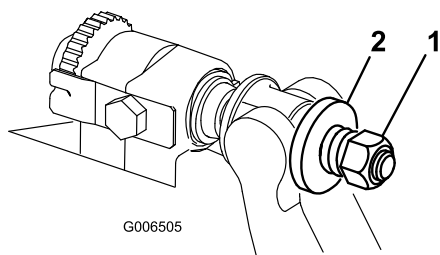

Рисунок 22
6. Затяните гайку натяжения пружины, чтобы пружина полностью сжалась, затем отверните ее на 1/2 оборота (Рисунок 22).